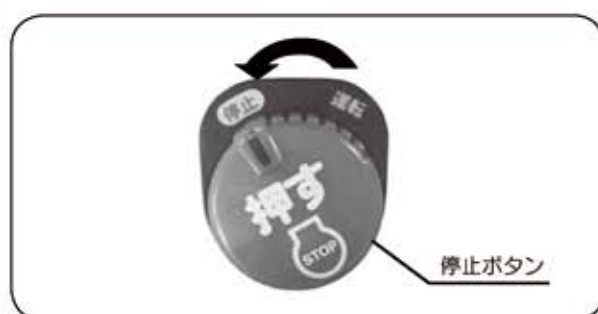

図12
- ③停止ボタンを【押】します。（図12）
- 5) 本機は移動時にバランスが変ります。積み降ろし時は2人作業で1人がロープ等で前方を引っ張って補助しながらおこなってください。(図12)